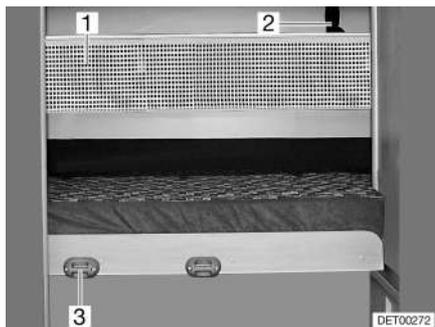

Fig. 42 Red de seguridad
- Enganchar la escalera de ascenso con los largueros en el soporte (Fig. 42,3) en el panel.
La red de seguridad (Fig. 42,1) viene de serie entre el colchón y el somier. Tender la red de seguridad cuando la persona ya se encuentre en la cama.
- Engatillar las cintas de sujeción (Fig. 42,2) en los soportes en el techo.